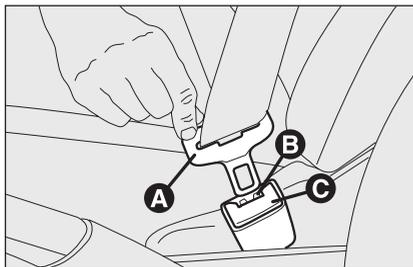

Рис. 1
## РЕМЕНІ БЕЗПЕКИ КОРИСТУВАННЯ РЕМЕНЯМИ БЕЗПЕКИ (рис. 1)
**Не можна натискати клавішу C (рис. 1) під час руху автомобіля.**